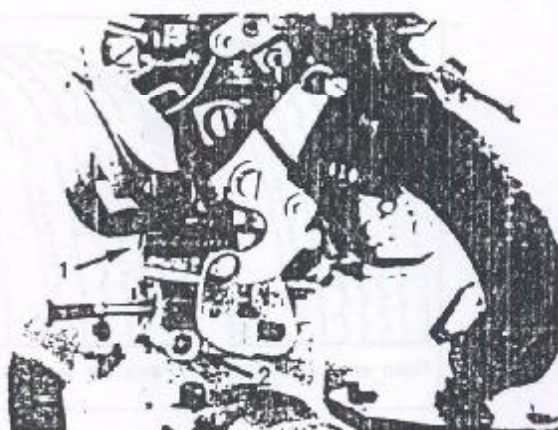

Figura 0.05.7 - Parafusos de ajuste do carburador
1. Regular a rotação de marcha lenta, através do parafuso (1), até obter o valor especificado (Figura 0.05.7).
2. Regular o índice de CO através do parafuso (2), até obter o valor especificado (Figura 0.05.7).